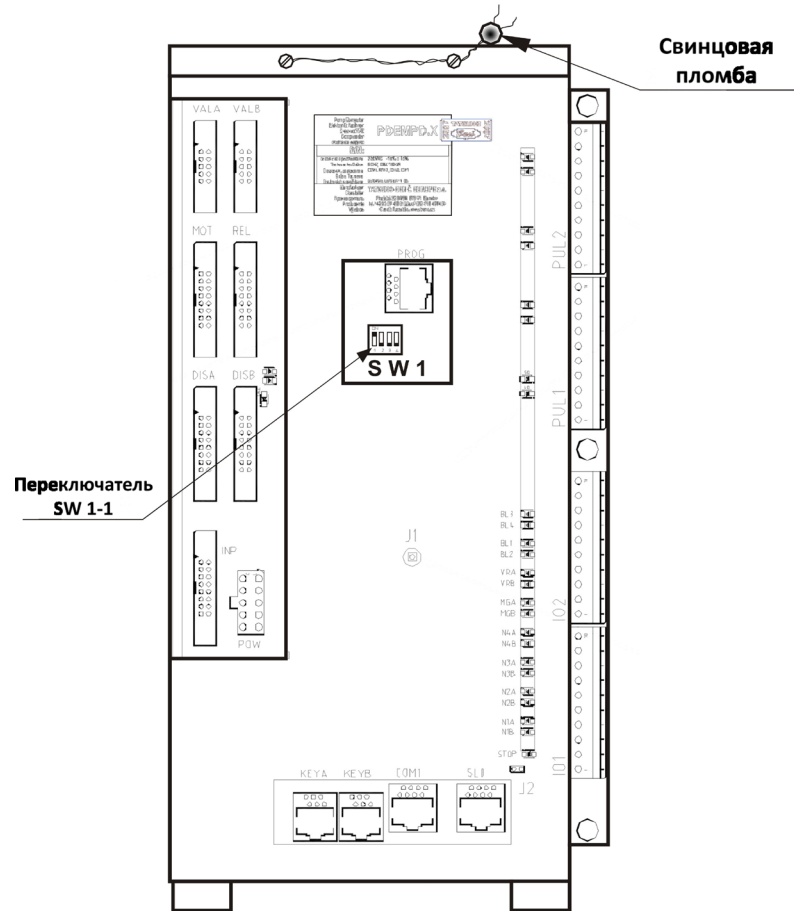

Рисунок 5.
Переключатель SW1-2 при переводе в верхнее положение (ON) блокирует возможность изменения основных конфигурационных и настроечных параметров электроники по линии данных; переключатель SW1-3 не задействован; переключатель SW1-4 в положении ON производит инициализацию параметров при каждом включении электропитания счетчика. Необходимость перевода переключателей SW1-2, SW1-4 определяется изготовителем ТРК (рис.5)